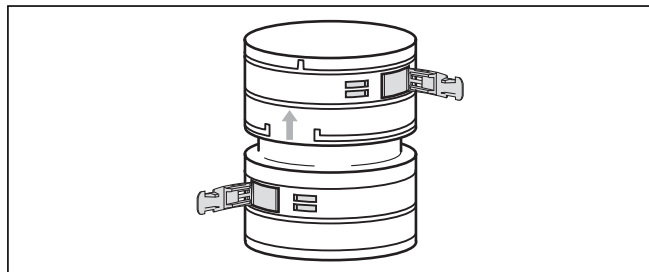
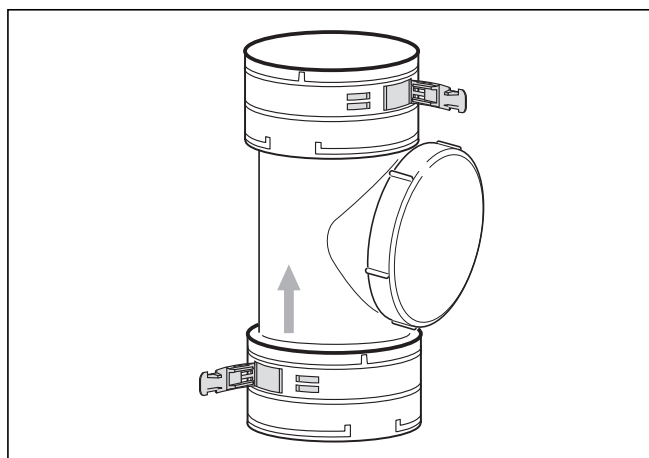

Abb. 4.65 Verbindungselement
Abb. 4.66 Reinigungselement
- Montieren Sie bei Bedarf zuerst Verbindungs- und Reinigungselemente (→ **Abb. 4.65** und **4.66**).
Anstatt die Gesamtlänge der flexiblen Abgasleitung mit einem einzigen Stück zu überwinden, können Sie mehrere Teilstücke einsetzen und diese mit Verbindungselementen (Art.-Nr. 303518, Abb. 4.65) oder einem Reinigungselement (Art.-Nr. 303517, Abb. 4.66) verbinden.